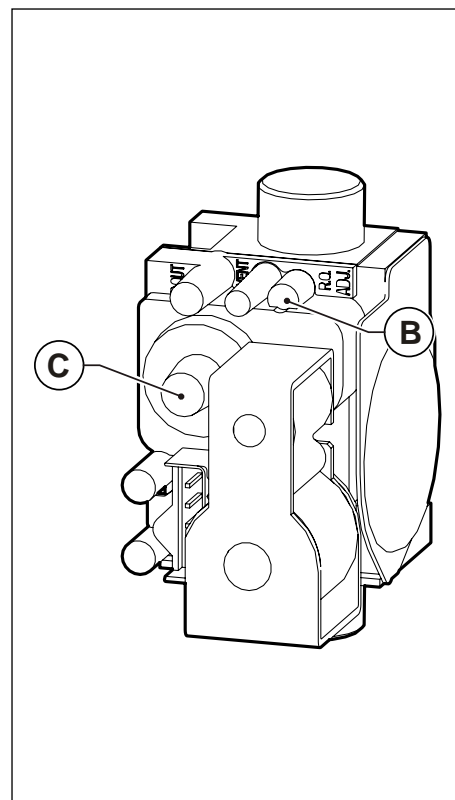

Рис. 40 Регулировка уровни содержания углекислого газа
- Отрегулировать уровень содержания углекислого газа (CO₂) в дымовых газах с помощью соответствующего регулятора **В** (смотри Рис. 40 Регулировка уровни содержания углекислого газа) и удостовериться, что его величина находится в пределах, указанных в Табл. 21 Содержание CO₂ в дымовых газах. Не выключая режим "трубочист", перейти к следующему этапу — регулировке минимальной мощности.
- Отрегулировать уровень содержания углекислого газа (CO₂) в дымовых газах, вращая регулятор «offset» **С** (смотри Рис. 40 Регулировка уровни содержания углекислого газа) и удостовериться, что его величина находится в пределах, указанных в Табл. 21 Содержание CO₂ в дымовых газах.